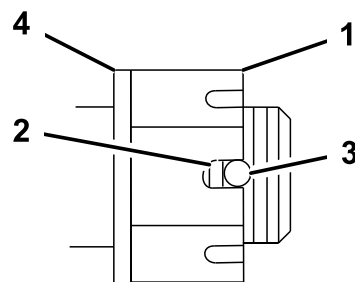

Bild 45
4. Ziehen Sie die Schlitzmutter mit 170 Nm an (Bild 45).
5. Prüfen Sie den Abstand vom unteren Schlitzende in der Mutter zur Innenkante der Öffnung. Es sollten maximal zwei Gewinde sichtbar sein (Bild 45).
7. Ziehen Sie die geschlitzte Mutter mit 170 Nm an (Bild 45).
8. Ziehen Sie die Mutter an, bis die nächste Schlitzreihe auf einer Linie mit der Öffnung im Schaft liegt (Bild 45).